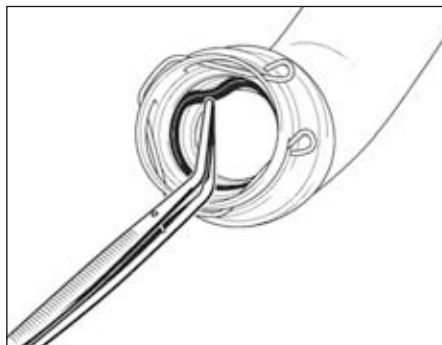

FIG.137
- Déposer le joint du tuyau d'air entrée échangeur air-air à l'aide d'une pince brucelle (Fig.137).